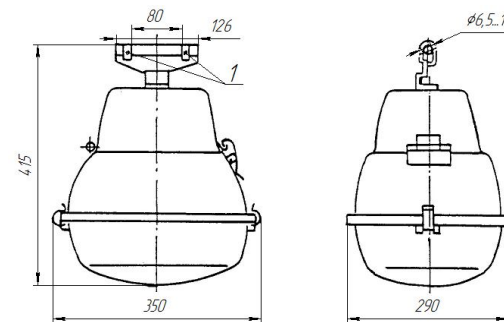

Рисунок 1 – модификация 001 – крепление на трос
5.2 Светильники модификации 001 (рисунок 1): светильник подвешивается на тросе Ø6.11,5 мм и закрепляется двумя болтами (1). Светильник ориентируется под требуемым углом в горизонтальной плоскости и фиксируется в нужном положении.